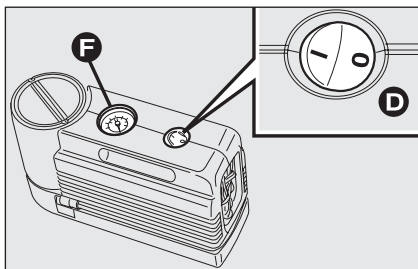
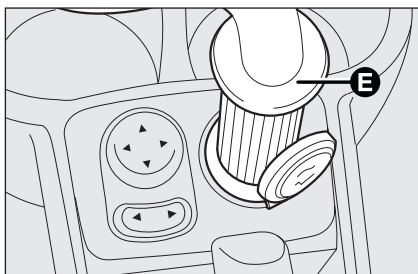

fig. 4
fig. 5
- ❑ Asegúrese de que el interruptor **D**-fig. 4 del compresor esté en posición 0 (apagado), ponga en marcha el motor, introduzca la clavija **E**-fig. 5 en la toma de corriente de 12V ubicada en el túnel central y accione el compresor llevando el interruptor **D**-fig. 4 a la posición **I** (encendido). Infle el neumático con la presión recomendada en el apartado “Presión de inflado” del capítulo “Datos Técnicos”.
- Para obtener una lectura más precisa, le aconsejamos controlar el valor de la presión en el manómetro **F**-fig. 4 con el compresor apagado;